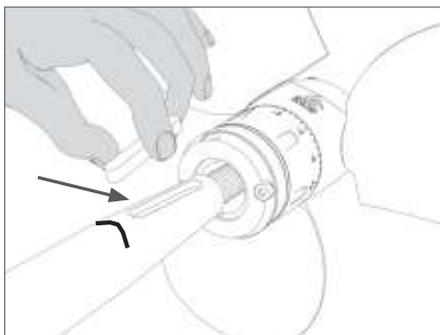

FIG. 12 Inserción de la chaveta en el eje
- Introduzca la chaveta en el eje (**Fig. 12**).